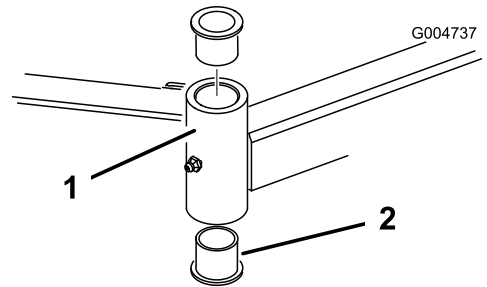

Рисунок 81
- Вставьте пробойник сверху или снизу монтажной трубы и выбейте втулку из трубы (**Рисунок 81**).